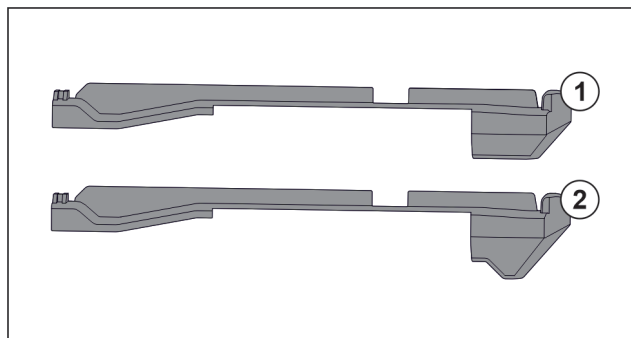

Fig. 123 Сравнение вставных частей
В устройстве находятся две разные вставные части. Вставная часть над самым нижним выдвигным ящиком Fig. 123 (2) имеет треугольную кромку. Все прочие вставные части Fig. 123 (1) имеют прямую кромку.
- ▶ Установите вставную часть Fig. 123 (2) с треугольной кромкой над самым нижним выдвигным ящиком.
- ▶ Установите вставную часть Fig. 123 (1) с прямой кромкой на все прочие места.